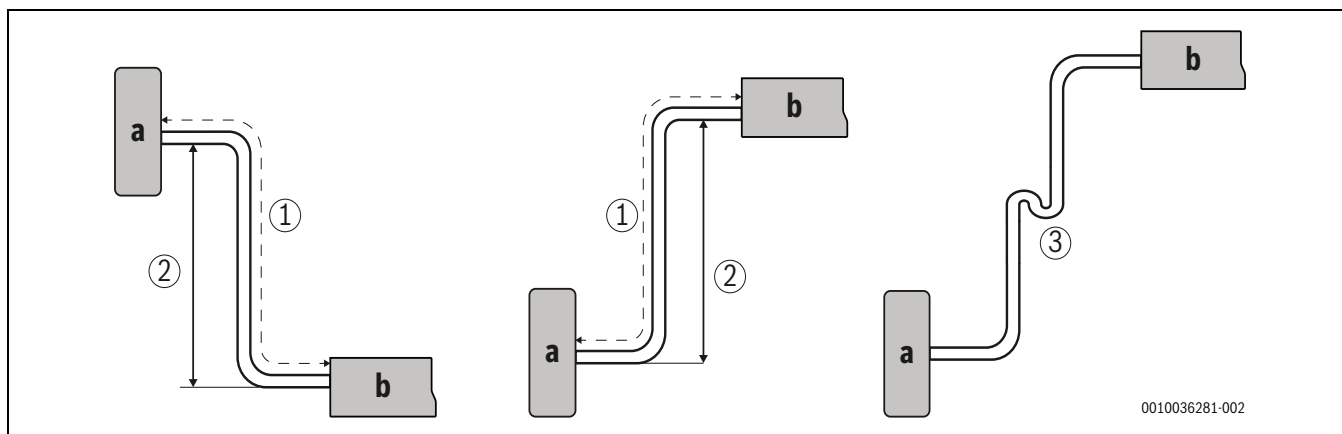

Bild 8 Rohrlänge und -steigung
1) Markierung (1) in →Abb. 8 beachten
2) Markierung (2) in →Abb. 8 beachten